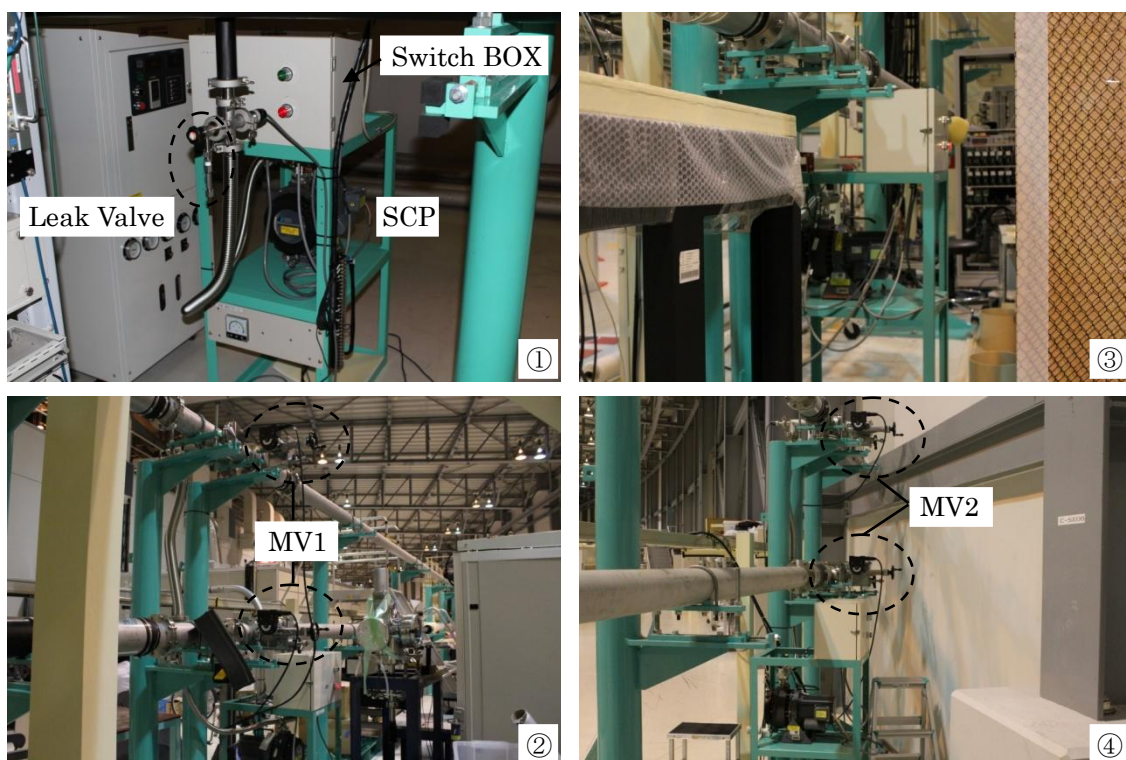

図 2 ハッチ外の SCP の周辺写真
図 2 に SCP 周辺の写真を示す。①の写真のように各ポンプ周辺にはリークバルブが設置されている。パイプの大気解放はこのバルブで行う。各 SCP 付近では真空計のセットポイントをインターロックに使用し、②、④の MV では 2 つのバルブ開閉に対してインターロックの回路が直列につながっている。MV は二個一組として取り扱わなければならない。